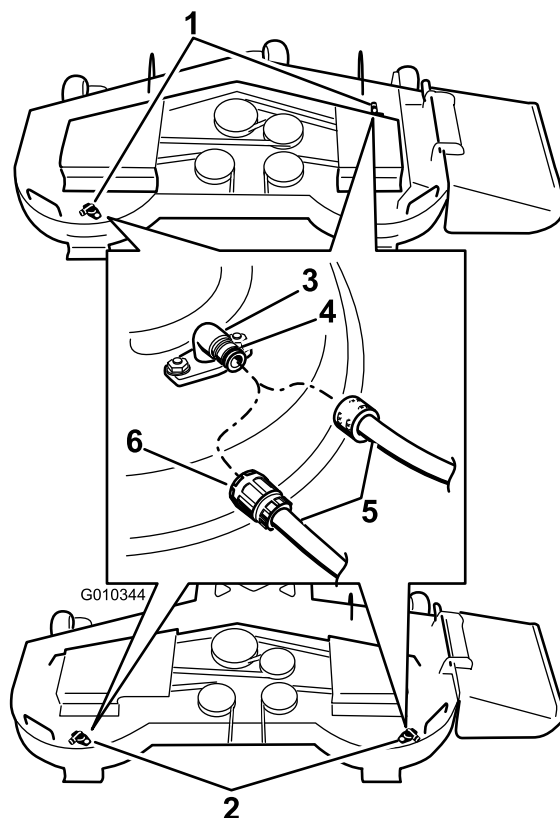

Figura 70
3. Conecte el acoplamiento de la manguera al extremo del conector de lavado del cortacésped, y abra el grifo al máximo (Figura 70).